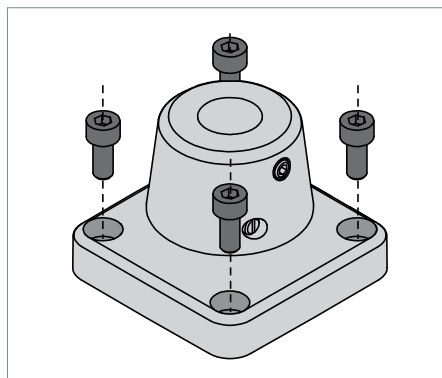

Fig. 1: Élément de fixation.
- Visser l'élément de fixation sur la surface de montage à l'aide de quatre vis appropriées, voir Fig. 1.